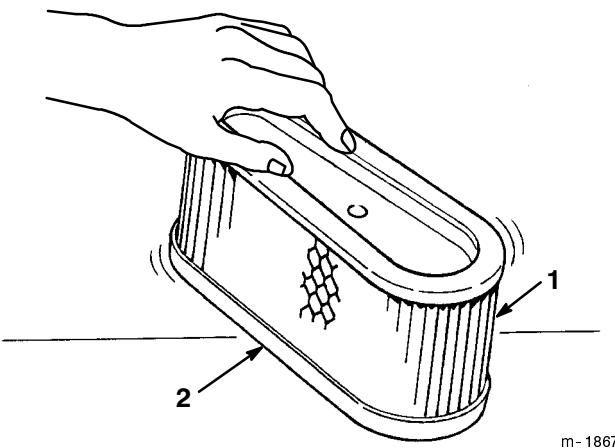

Figure 26
- Tapotez doucement l'élément sur une surface plane pour faire tomber la poussière et la saleté (Fig. 26).